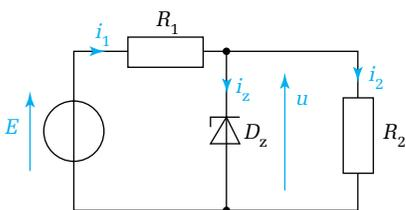

Figure 17.23
**3.** Dans le montage de la figure 17.23, la diode Zéner de régulation  $D_z$  est consi-
**4.** Dans le montage de la figure 17.23, on donne à présent :  $R_1 = 500 \Omega$  ;  $R_2 = 200 \Omega$ .  $D_z$  est supposée parfaite, la tension Zéner  $V_z = 12,0 \text{ V}$  et la puissance maximale qu'elle peut dissiper est égale à  $\hat{P}_{Dz} = 1,8 \text{ W}$ . Quelle valeur maximale peut-on donner à  $E$  pour atteindre la limite maximale d'utilisation de la diode Zéner ?
7. La tension Zéner de la diode du montage de la figure 17.23, supposée parfaite, est  $U_z = 12,0$  V. On donne  $R_1 = 1,0$  k $\Omega$ .